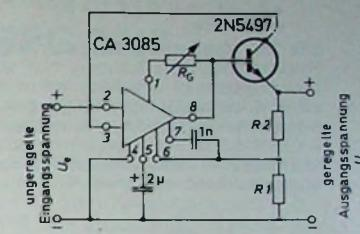
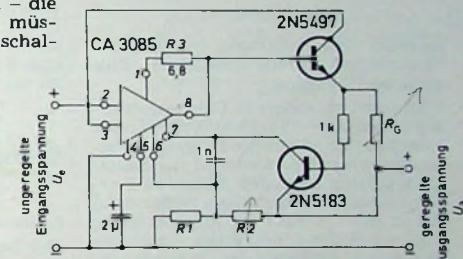

Bild 7. Spannungsreglerschaltung für Ströme bis zu 7 A mit einfacher Strombegrenzung
Bild 8. Spannungsreglerschaltung für höhere Ströme mit verbesselter Strombegrenzung
In dieser Beziehung günstiger ist die Schaltung nach Bild 8, bei der mit dem Widerstand  $R_3$  nur noch die Ansteue-
Werden höhere Ausgangsstrome als 100 mA benötigt, dann läßt sich an die CA 3085 entsprechend Bild 7 ein NPN-Transistor anschalten. Die hier gezeigte Schaltung mit dem 2N5497 liefert Ströme bis zu 8 A. Der entnehmbare Strom ist durch das Produkt aus dem höchsten Strom, den die CA 3085 abgeben kann, und der Gleichstromverstärkung des zugeschalteten Transistors bestimmt. Noch höhere Ströme kann also beispielsweise eine Schaltung abgeben, bei der der 2N5497 durch einen Leistungs-Darlington-Typ ersetzt ist.
Die Schaltung nach Bild 7 hat nur einen einfachen Kurzschlußschutz, wobei der einstellbare Widerstand  $R_G$  zwei Aufgaben hat: Zum einen gestattet er eine Regulierung der Ansteuerung des externen Leistungstransistors, womit sich dessen Fertigungsstreuungen ausgleichen lassen. Zum anderen dient  $R_G$  in der bereits beschriebenen Weise dem Kurzschlußschutz, indem beim Überschreiten eines vorgegebenen Stromwertes durch diesen Widerstand der von der CA 3085 gelieferte Strom
Die Ausgangsspannung läßt sich bei beiden Schaltungen entsprechend Gl. (1) berechnen. Während nun aber für die Festlegung des Widerstandes  $R_G$  im Bild 8 ohne weiteres Gl. (2) benutzt werden kann, hat man bei der Schaltung nach Bild 7 darauf zu achten, daß  $R_G$  hier nicht vom Ausgangsstrom, sondern nur vom Steuerstrom für den 2N5497 durchflossen wird. Für Bild 7 gilt also